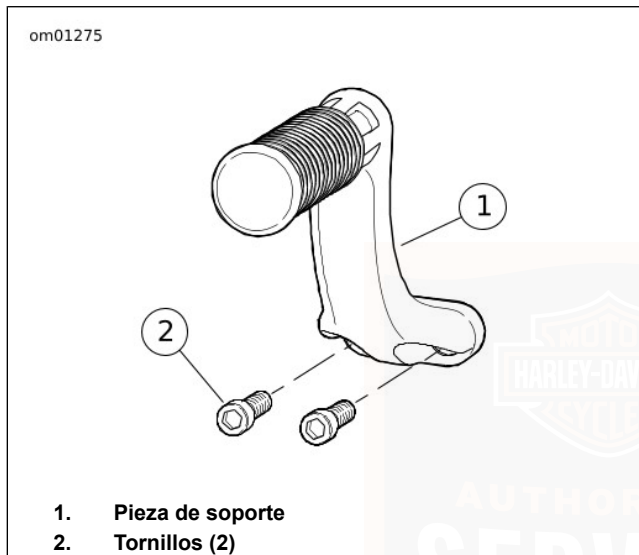

Figura 38. Conjunto del apoyapiés del motociclista montado en el medio: Modelos XL
4. Vea la Figura 38. En los modelos XL equipados con controles de pie montados en el medio, extraiga los tornillos y separe la pieza de soporte del apoyapiés del motociclista del lado izquierdo del vehículo.
8. Vea la Figura 38. En los modelos XL equipados con controles de pie montados en el medio, extraiga los tornillos y separe la pieza de soporte del apoyapiés del motociclista del lado izquierdo del vehículo.